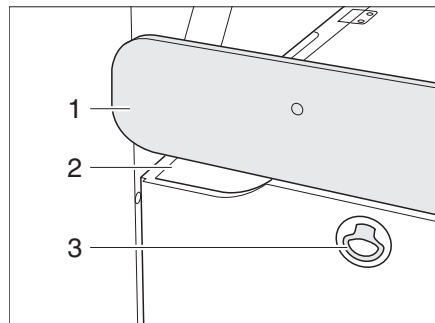

Bild 35 Sitzbank
▷ Nicht an der Blende (Bild 35,1) ziehen.
- Am Griff (Bild 35,2) unter der Blende die Verlängerung ausziehen.
Stauraumklappe öffnen: ■ Durch Ziehen an der Verriegelung (Bild 35,3) die Stauraumklappe öffnen.